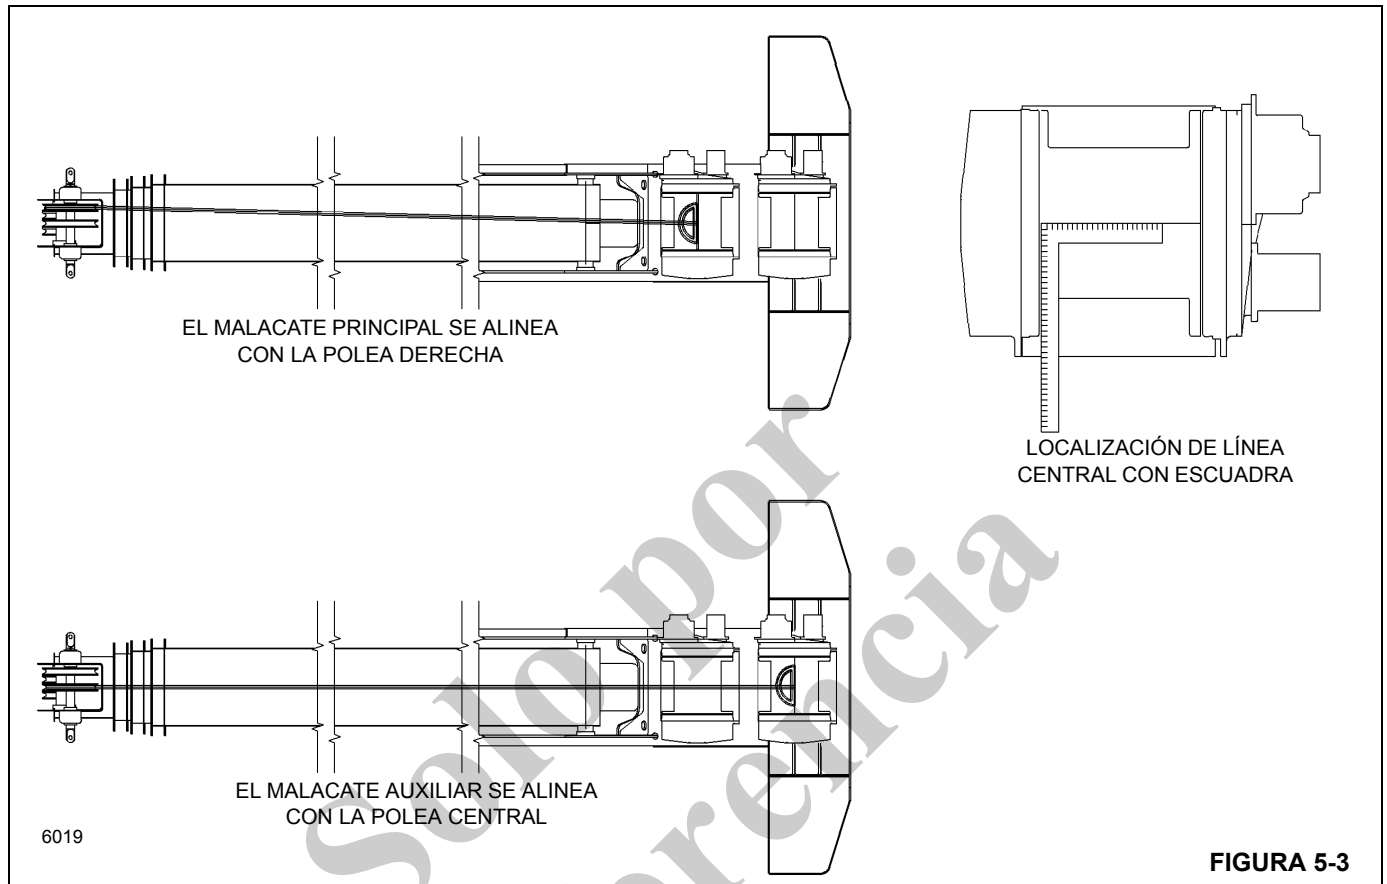

FIGURA 5-3
1. Retire el perno, la arandela y la arandela de seguridad del lado derecho del rodillo intermedio (vea la Figura 5-3).
1. Suelte las tuercas de ajuste y retire el resorte tensor y la barra de ajuste de ambos lados del malacate (vea la Figura 5-3).